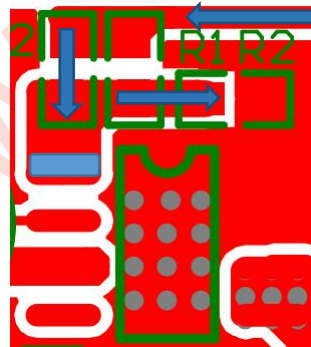

图 2
- 4.FB 管脚外置电阻应尽量靠近芯片，且布线足够宽。如图 2 中  $(R_{UP} \& C_{UP}) // R_{DOWN}$ 。